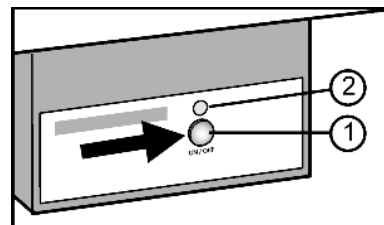

Fig. 10
- ▶ Druk op de toets On/Off Fig. 10 (1), zodat de LEDs Fig. 10 (2) branden.